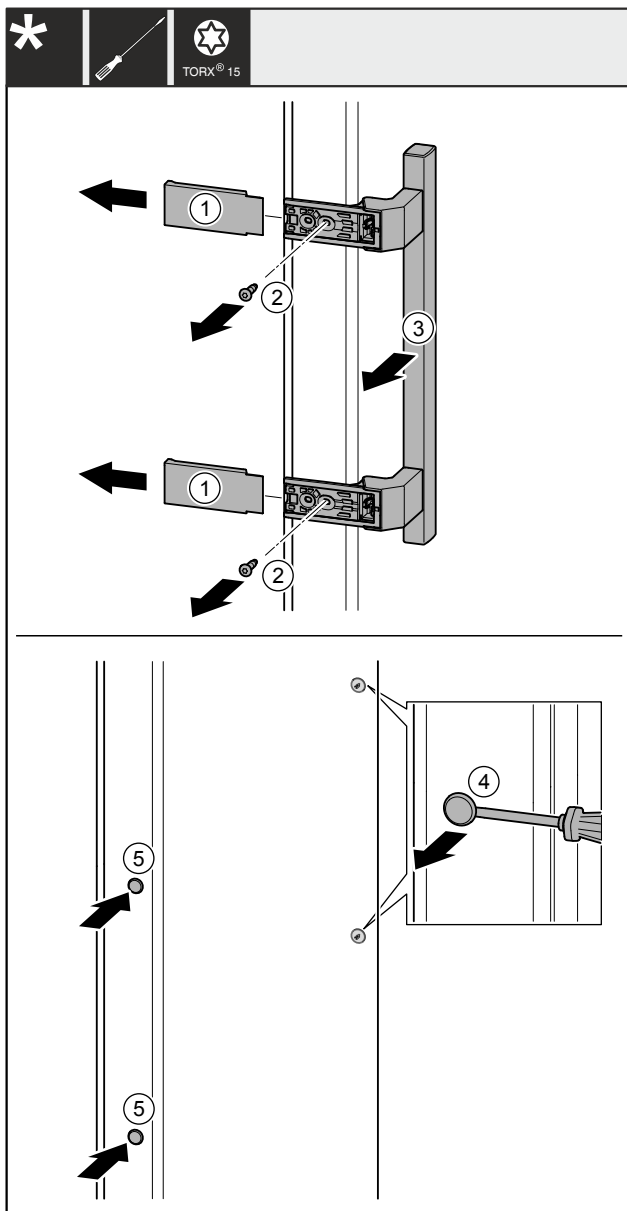

Fig. 40
- ▶ Levante las cubiertas Fig. 40 (1).
- ▶ Desatornille los tornillos Fig. 40 (2) con el destornillador.
- ▶ Retire el tirador Fig. 40 (3).
- ▶ Levante con cuidado el tapón lateral Fig. 40 (4) con un destornillador de punta plana y extráigalo.
- ▶ Vuelva a colocar el tapón Fig. 40 (5) en el otro lado.